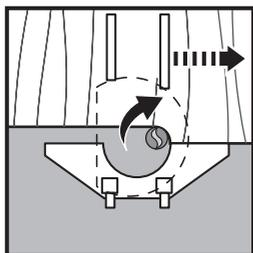

Рис. 29
- > Установите параллельную направляющую (18) на изделие.
- > Установите фрезу с роликом в цангу (19).
- > Поставьте изделие на заготовку с параллельной направляющей (18) и роликом, лежащим на краю заготовки.
- > Прикладывайте к заготовке небольшое давление во время работы, чтобы параллельная направляющая (18) плотно прилегала к краю заготовки (Рис. 29, 30).